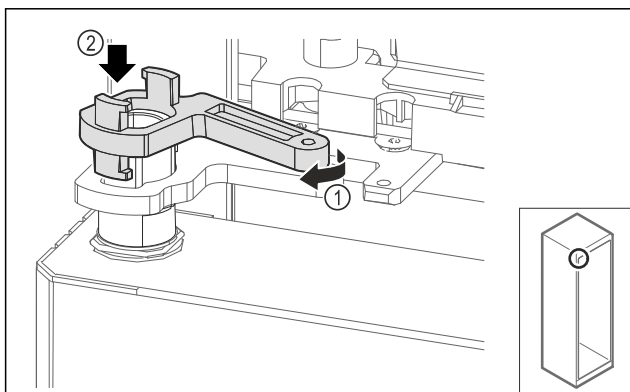

Fig. 70
- ▶ Drej lejebukslåsen en smule, Fig. 70 (1) og sæt den på muffen Fig. 70 (2).